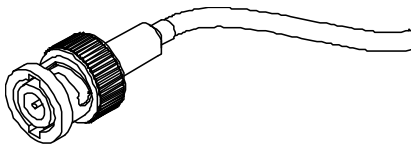

Abbildung L-5 BNC-Stecker für Einzelspulen-Wirbelstromsonden
- mit einem BNC-Stecker (siehe Abbildung L-5 auf Seite 188) für bestimmte Einzelspulen-Wirbelstromsonden.